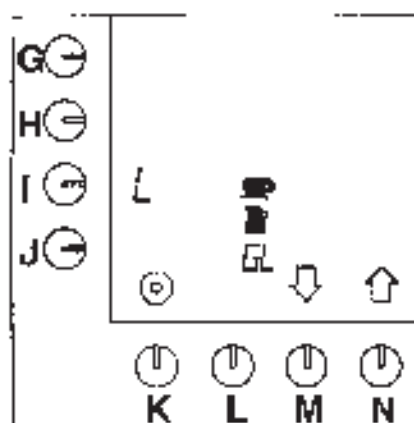

Рис.21 Выбранные единицы измерения
- выбор может быть сделан из следующих единиц: Litre=L, Gallon=GI (3.78531), кувшин или чашка (рис.21).